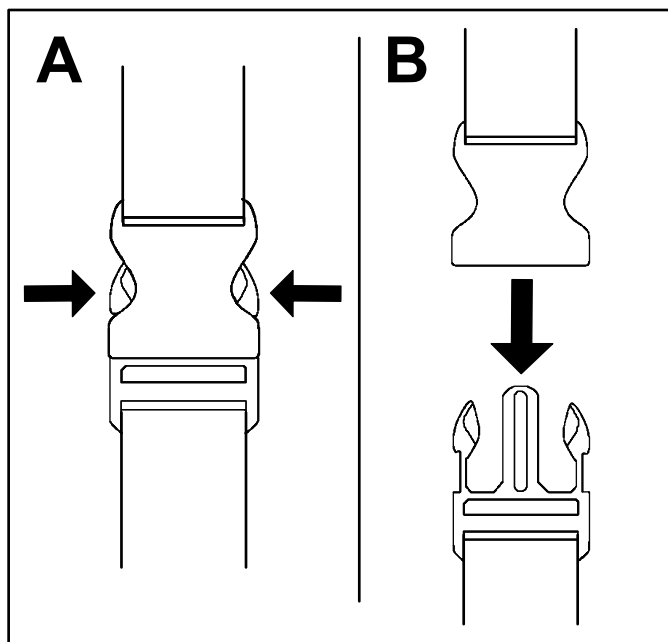

Figure 10
1. Appuyez de chaque côté de la boucle (A de Figure 10).
2. La boucle se détache toute seule (B de Figure 10).